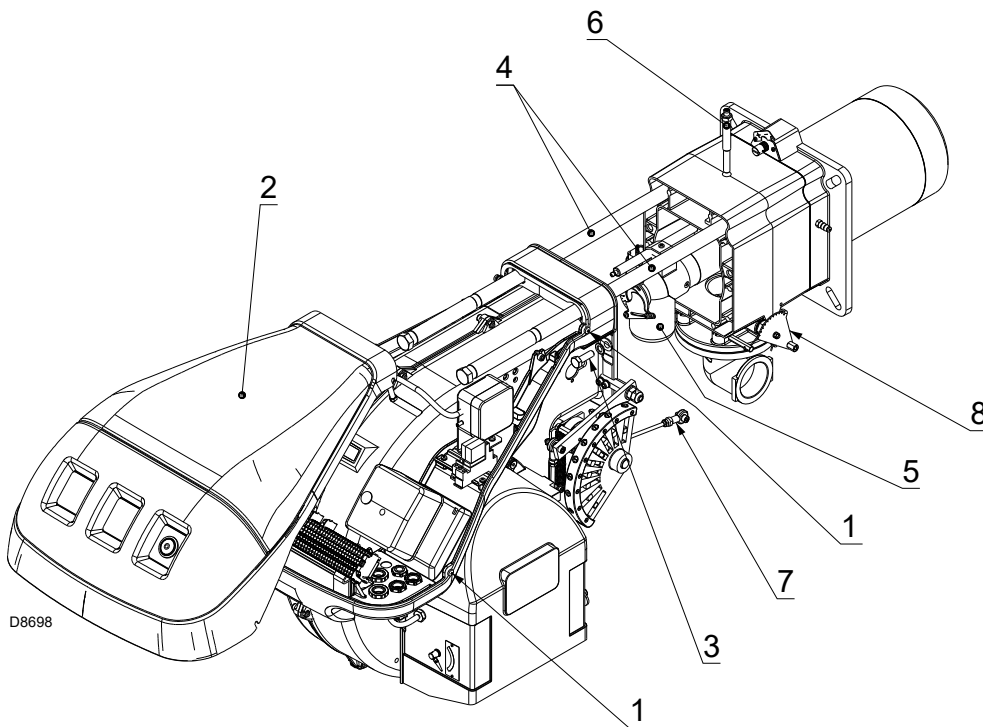

Abb. 40
Prüfen Sie, ob die Austrittsöffnungen für das Gas in der Einschaltphase, die sich am Verteiler des Flammkopfs befinden, von Verschmutzungen oder Rostablagerungen frei sind. Bauen Sie im Zweifelsfall den Krümmer 5)(Abb. 40 auf Seite 34) aus.
- Lösen Sie die Schrauben 1) und nehmen Sie die Haube 2)(Abb. 40) ab.
- Bringen Sie die Schrauben 3)(Abb. 40) wieder an und ziehen Sie die Kabel von Fühler und Elektrode vorsichtig nach außen, bis diese geringfügig gespannt sind.